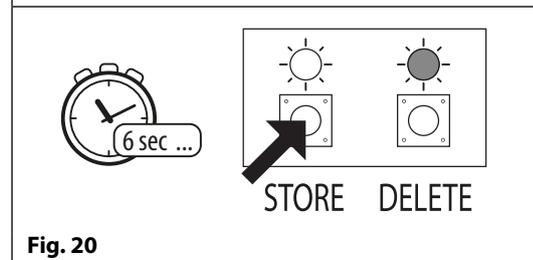

Fig. 20
1. premere e tenere premuto il pulsante di memorizzazione per circa 6 secondi fino a quando il LED verde di memorizzazione si spegne (OFF) e il LED rosso di cancellazione resta acceso (ON), vedere la **Fig. 20**;